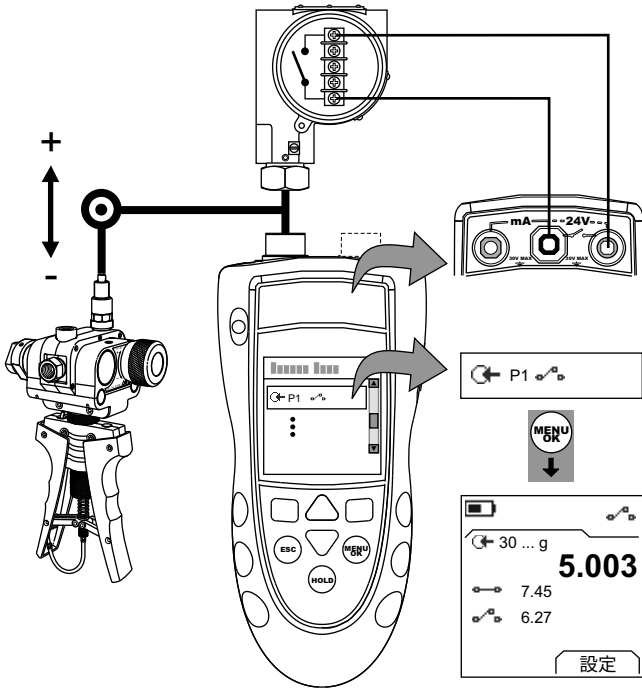

図 4: 構成例 - スイッチ テスト
- 本計器を接続し (図 4)、必要に応じてセットアップ (表 1) を調整します。